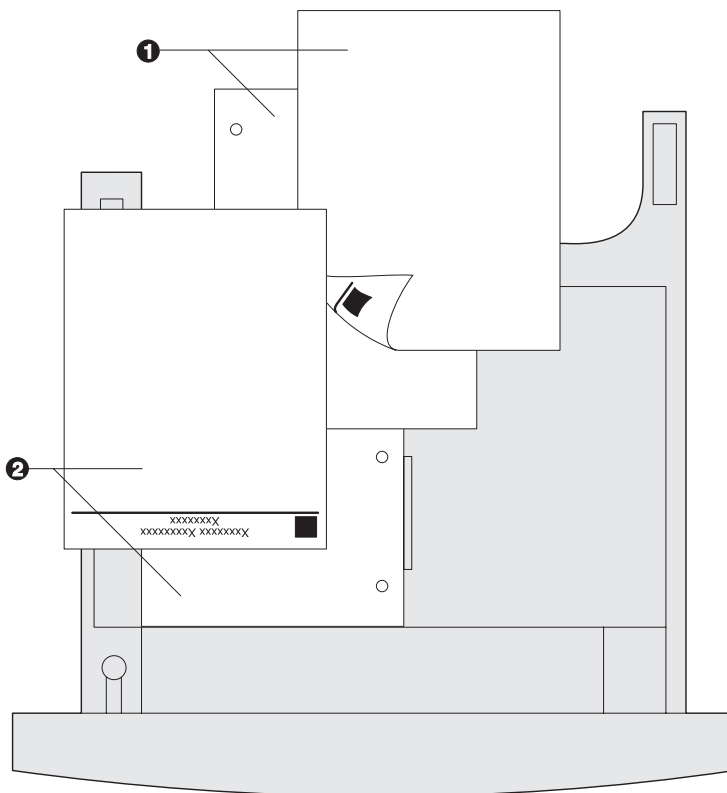

Figura 2.2 Bandejas 1/2/3 orientação do papel (alimentação de borda curta)
- 5** Coloque o papel na bandeja, entre as guias (consulte a Figura 2.1 na página 2-12 e a Figura 2.2 na página 2-13 para obter a orientação).